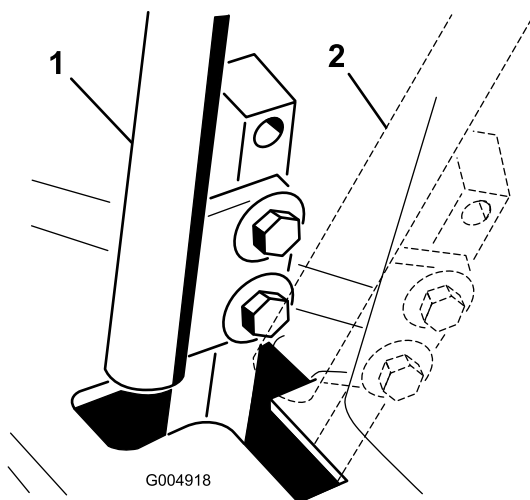

Figura 85
- Mueva la palanca de control a la posición de PUNTO MUERTO, pero **no a la posición de bloqueo** (Figura 85).
- Compruebe la posición de la palanca de control con relación a la muesca de la consola (Figura 85).